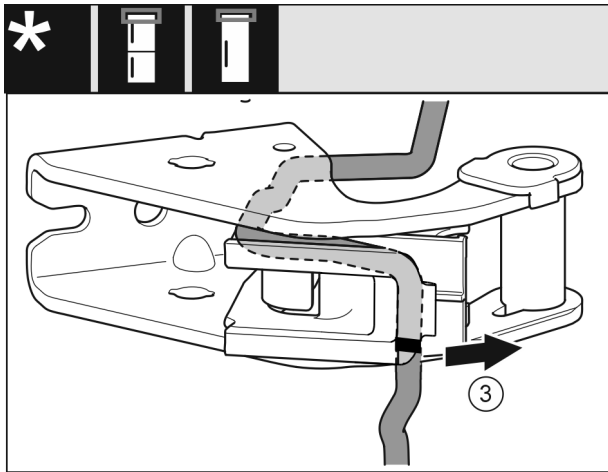

Fig. 27
- ▶ Desmontar el cable y su soporte del soporte de apoyo. Fig. 27 (3)